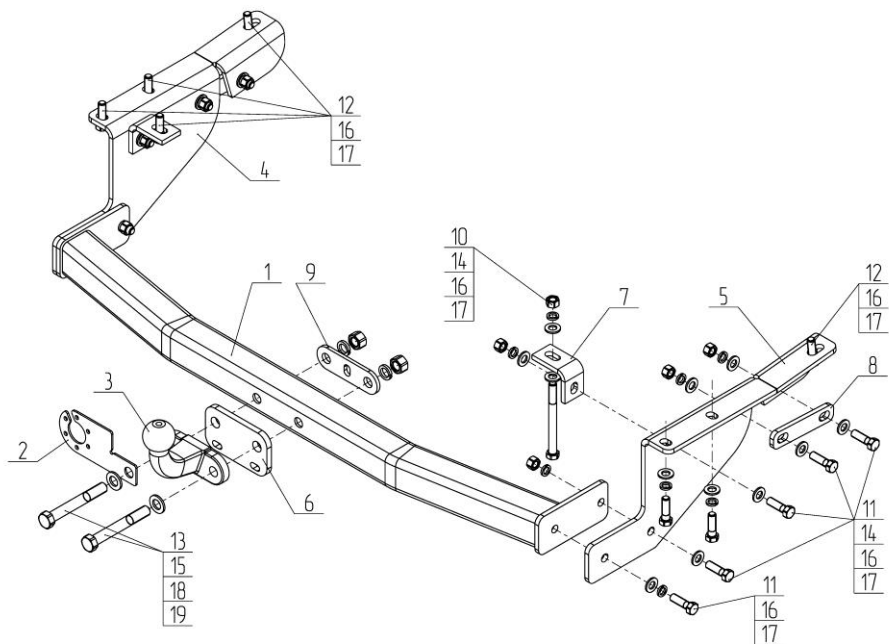

Рис.1.
- Установить боковые кронштейны (поз.4,5) с помощью крепежных элементов, показанных на Рис.1. Крепеж не затягивать;